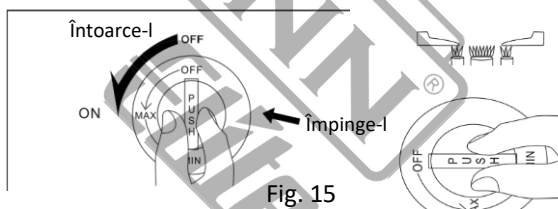

Fig. 15
- a. Deschideți robinetul principal de gaz. Împingeți butonul de control al gazului înăuntru și rotiți-l spre poziția MAX (în sens invers acelor de ceasornic) până când auziți un clic. Asigurați-vă că arzătorul a fost aprins (Fig.15) în această poziție, arzătorul dublu va aprinde atât arzătorul mic, cât și cel mare. Pentru a utiliza doar arzătorul mic, eliberați butonul de control al gazului și rotiți-l mai departe spre poziția MIN. (Fig. 16)